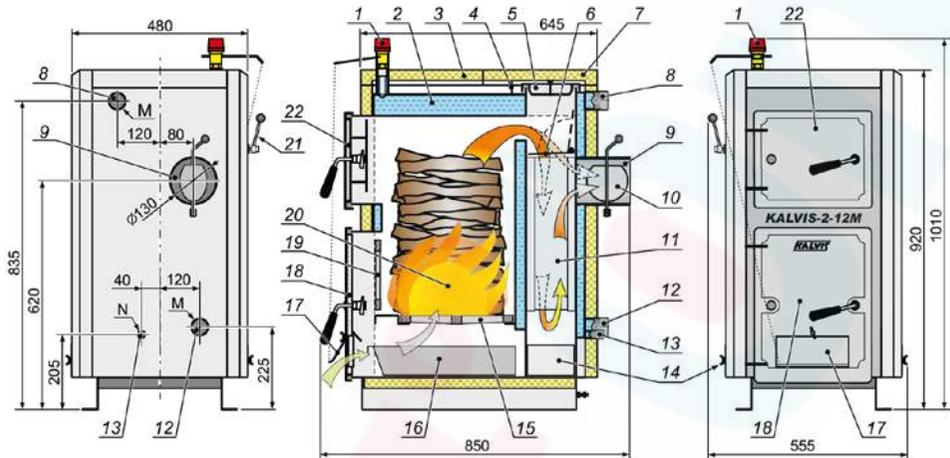

Рис. 1
Корпус котла (2) (см. рис. 1) сварен из листов специальной стали, имеющий в себе полости, в которых нагревается вода. Снаружи котел обшит декоративными термоизоляционными щитами (3). В передней части котла имеются: регулятор тяги (1), управляющий заслонкой подачи воздуха (17); наружные дверцы обслуживания топki (18), за ними расположены внутренние (чугунные) дверцы обслуживания (19). Камера загрузки топлива закрывается дверцами (22).
7.2. Топка котла (см. рис. 1)